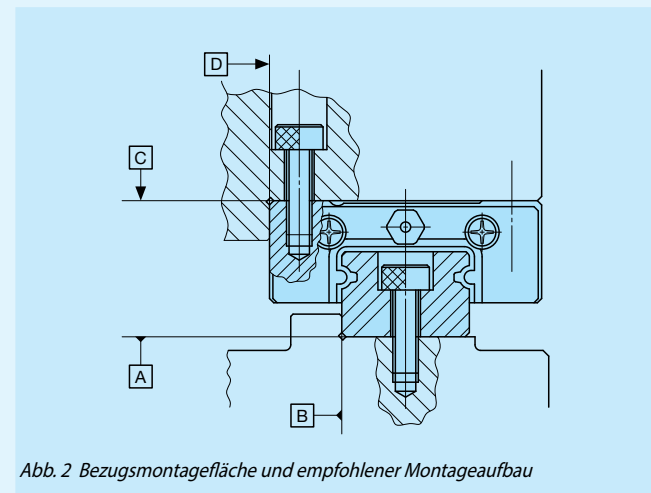

Abb. 2 Bezugsmontagefläche und empfohlener Montageaufbau
Bei der Montage der Baureihen ML(F) und LWL(F) die Bezugsmontageflächen B und D (D1 oder D2) der Führungsschiene bzw. des Führungswagens vor dem Befestigen an den Bezugsmontageflächen von Tisch und Gestell ausrichten (siehe Abb. 2).